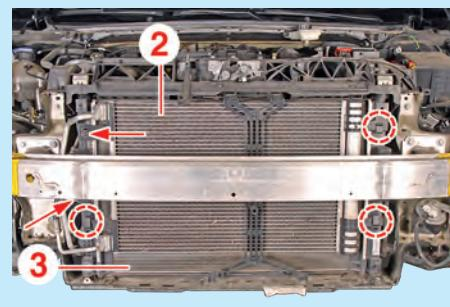
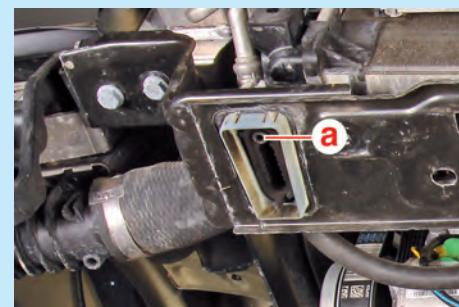

Fig.2
Fig.3
- Dégrafer le condenseur (2) et l'écartez sans le débrancher (Fig.2).
- Déposer le radiateur (3) par le haut.
- Contrôler que le plot du radiateur s'insère en (a) (Fig.3).